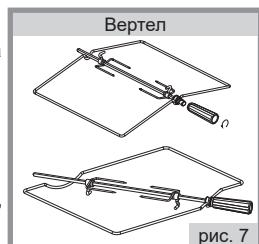

рис. 7
■ В зависимости от комфортности плиты могут комплектоваться вертелем различной конструкции со съемной рукояткой (рис.7). При установке и извлечении использовать рукоятку, которая накручивается на резьбовую втулку.